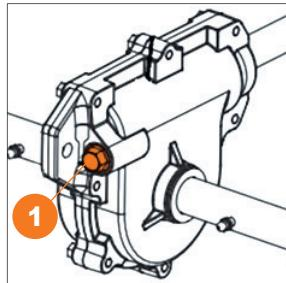

Рис. 53
- Во время обслуживания редуктора самостоятельно, снимите заглушку или открутите болт-заглушку 1, добавьте 30-50 гр. консистентной смазки и установите заглушку на место (Рис. 53).